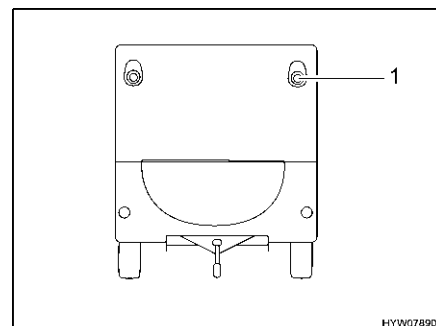

Fig. 147 Luci frontali (Nova)
**Nova** Per sostituire la luce di delimitazione (Fig. 147,1) rivolgersi ad un concessionario autorizzato oppure ad un punto di assistenza.